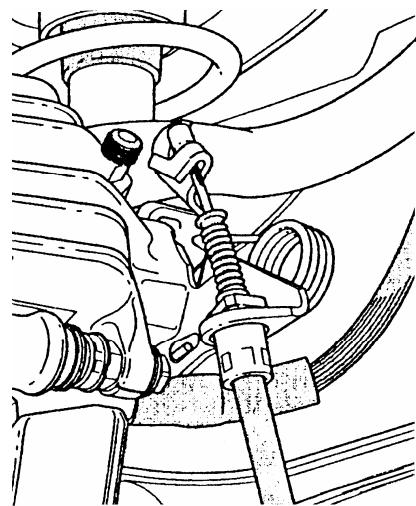

图 13-48 从制动钳上拆卸手制动拉索
(3) 如图 13-48 所示, 从制动钳上拆下手制动拉索。注意拆装手制动拉索时, 不要损坏其护套。